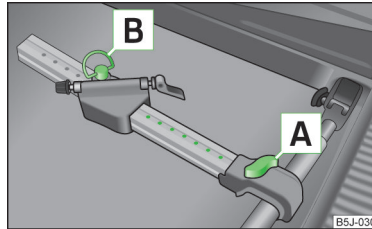

Fig. 57
- › Extraiga el tornillo **A** » fig. 57 un poco y deslice el larguero (pieza de aluminio) hacia el travesaño hasta que el soporte se encastre.
- Afloje el tornillo **A** » fig. 57 de la página 70 y deslice el portabicicletas junto con la bicicleta sujeta hacia la izquierda de modo de que el manillar no toque la ventanilla del maletero.